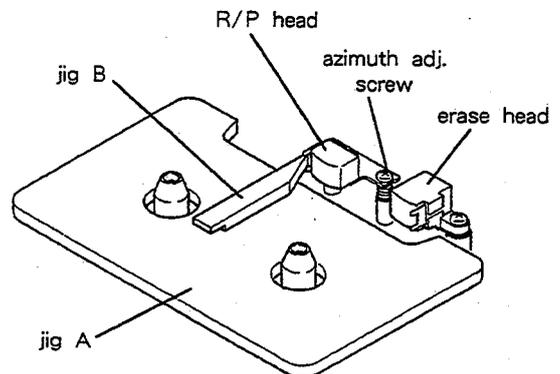

Fig. 2-7
- 1). Set jig A as shown in Fig. 2-7, then set the deck to PLAY mode.
- 5). Play back the 10 kHz signal on test tape MTT-256, then adjust the azimuth adjustment screw (Fig. 2-7) so that the phase difference between the L and R channels is 0°.
- 1). 図2-7のように治具Aをセットし、PLAYモードにする。
- 5). テスト・テープ MTT-256の10kHzを再生して、LchとRchの位相差が $0^\circ$ になるようにアジマス調整ネジ(図2-7)を調整する。